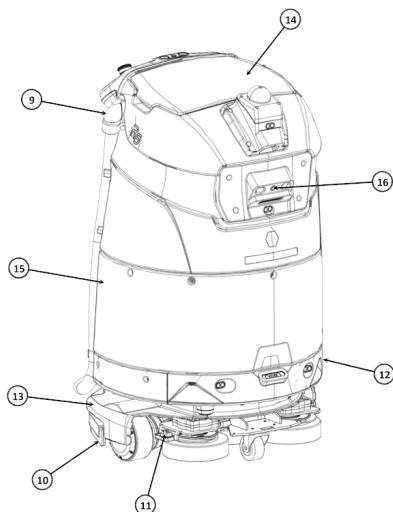

Fig. 2
9. Tuyau d'aspiration (Fig. 2)
10. Lame de raclette (Fig. 2)
11. Loquet de cartouche de brosse (Fig. 2)
12. Barre de capteurs (Fig. 2)
13. Raclette (Fig. 2)
14. Trappe du réservoir de récupération (Fig. 2)
15. Capot avant (Fig. 2)
16. Caméra RGB avant (Fig. 2)